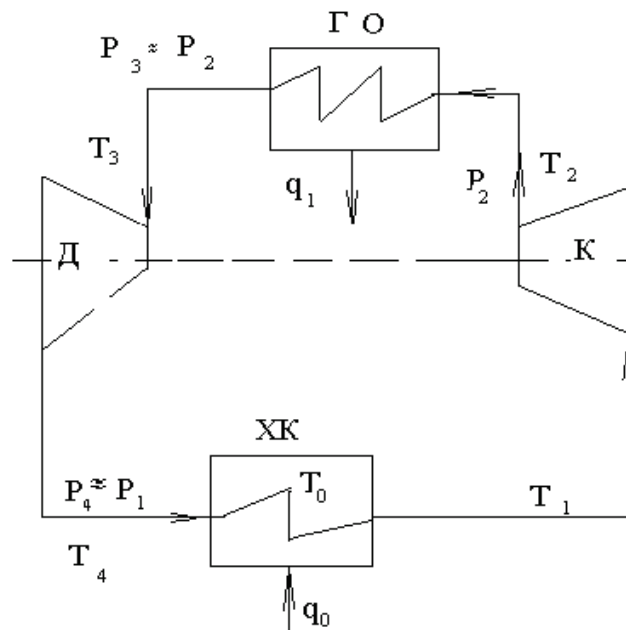

Рисунок 2.5 – Схема повітряної холодильної машини:
**Приклад 2.8.** Визначити холодильний і ексергетичний ККД, потужності компресора і детандера повітряної холодильної машини (рис. 2.5), якщо відомо: витрата повітря  $V = 7200$  м3/год.; параметри навколишнього середовища  $B = 755$  мм рт. ст.;  $v_{nc} = 0,833$  м3/кг; температура повітря в холодильній камері ( $-13$  °С); величина недогріву в холодильній камері та газоо-